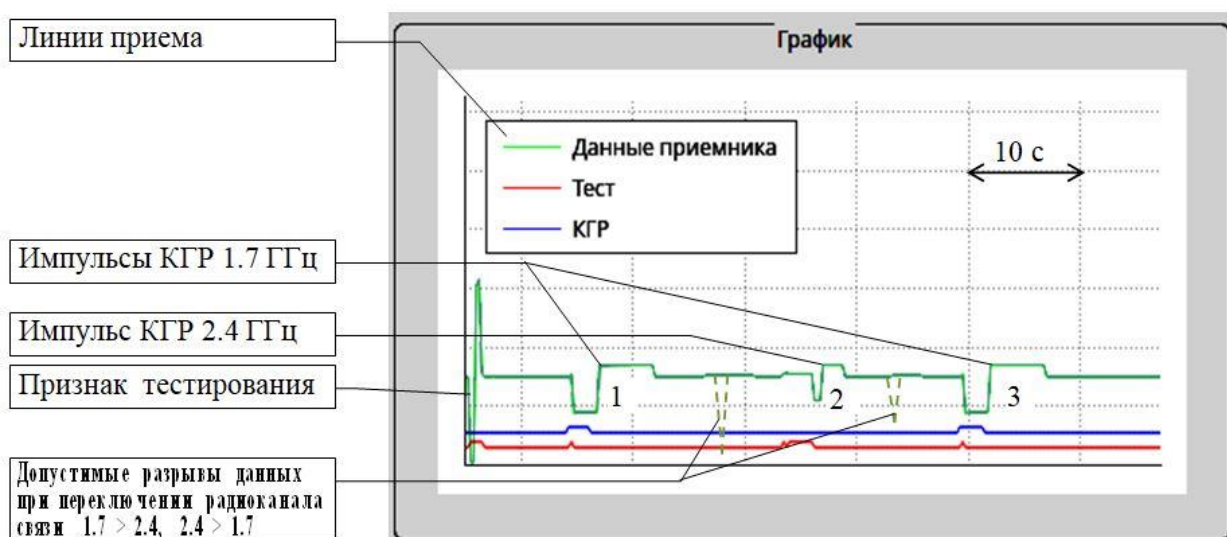

Рисунок 3.2.12.8 - Панель «График» окна проверки прибора ТСКБМ-ПСАН в режиме «Настройка»
6) Подождите (3–5) с от конца положительной части 2-го импульса КГР 2,4 ГГц и выключите прибор ТЛ-ТСКБМ 2,4 ГГц: выключатель «ПИТ» установите в положение «ОТКЛ». Прибор ТСКБМ-ПСАН должен переключиться на радиоканал 1,7 ГГц. Критерием работы ТСКБМ-ПСАН в диапазоне 1,7 ГГц является свечение индикатора «ПРИЕМ» на ТСКБМ-ПСАН и формирование 3-го импульса КГР 1,7 ГГц (+06, - 02) на линии приема панели «График» (рисунок 3.2.12.8).